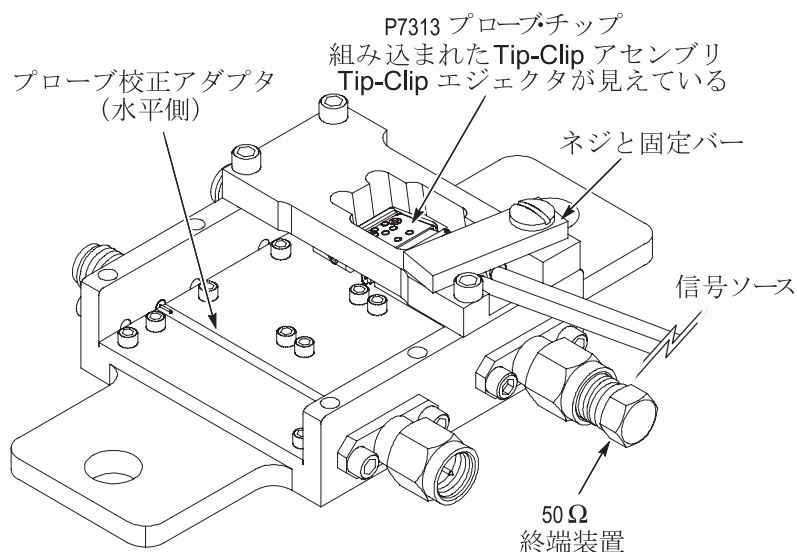

図 14： プローブ校正アダプタとプローブ
1. プラスチックのねじを緩め、固定バーを向こう側へずらしします。34 ページの図 14 を参照してください。
1. 取り外しプラスチックのねじを緩め、固定バーを向こう側へずらします。図 14 を参照してください。
14. 34 ページの図 14 に従って、プロブ入力をプロブ校正アダプタに接続します。TDR 機能がまだアクティブであることを確認します。